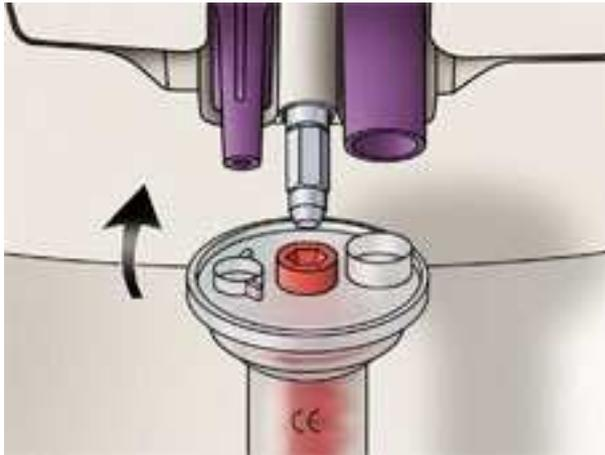
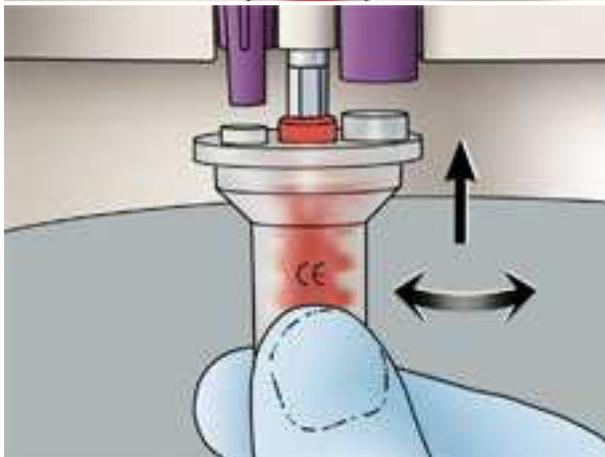
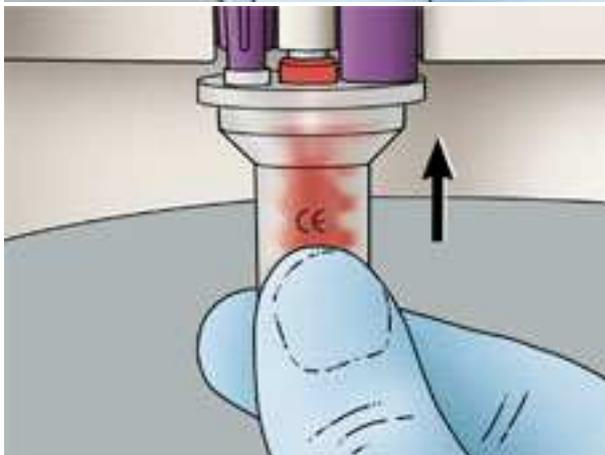

Рис. 6
Рис.7
Рис. 8
- Сначала поместите смесительный наконечник с направленным вверх символом SE только на наконечник смешивающего вала (рис. 6). Слегка повернуть, чтобы выровнять смесительный наконечник в соответствии с выходными отверстиями пакетов из фольги (рис. 7). Подсоедините смесительный наконечник и крепко прижмите, чтобы обеспечить глухость посадки на выходных отверстиях (рис. 8).